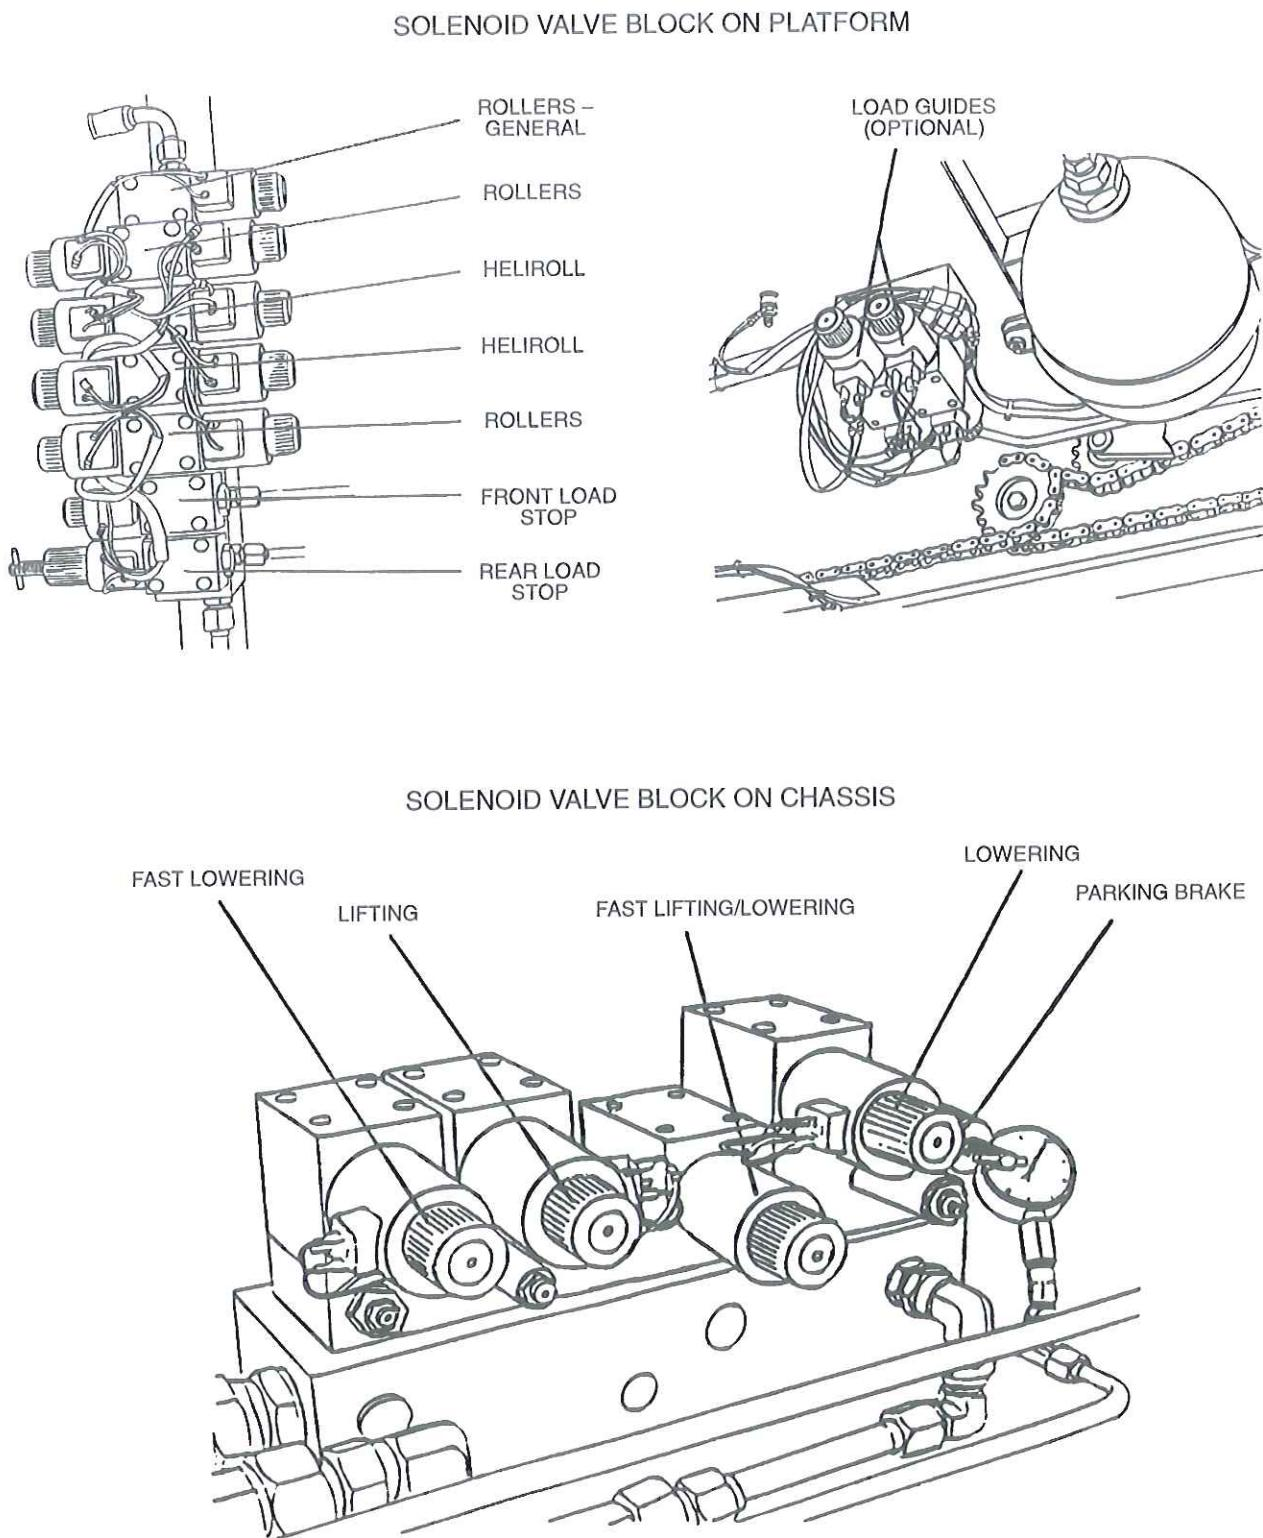

Figure 6
J. PLATFORM OPERATION CIRCUIT (SEE FIGURE 6)